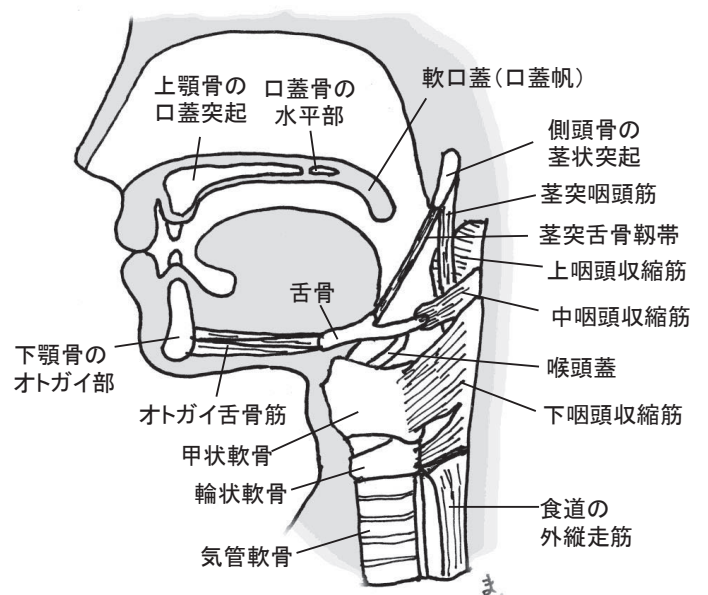

図6 喉頭・咽頭の配置。舌骨と甲狀軟骨、甲狀軟骨と輪状軟骨を結ぶ靱帯や被膜やヒダは省略。
- 5) 頭頸部全体の模式図を図6に示します。模型の再現している部位とその周囲の構造について把握してください。